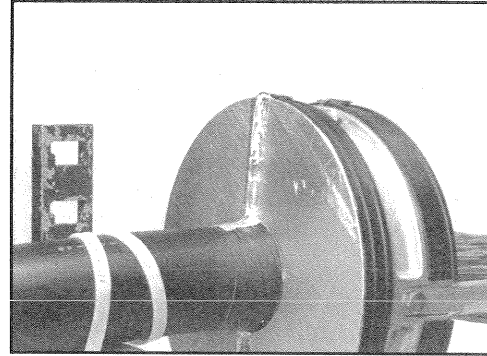

**FIGURA 18 - RECORTANDO EL EXCESO DE CINTA LOCK-TAPE**
**7.17** Cuando los discos laterales estén completamente juntos, recorte con tijeras el exceso de cinta LOCK-TAPE aproximadamente 1/4" (0,62 cm) del extremo del disco. No estire la cinta cuando la este cortando (Figura 18). La Figura 19 muestra la apariencia de la aplicación de la cinta selladora LOCK-TAPE después de recortada.